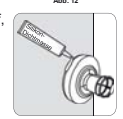

Abb. 13
12. Tragen Sie rund um den Flansch des äußeren Abgasrohrs Silikon-Dichtmasse auf, um das Rohr gegen Regen zu versiegeln (Abb. 13).